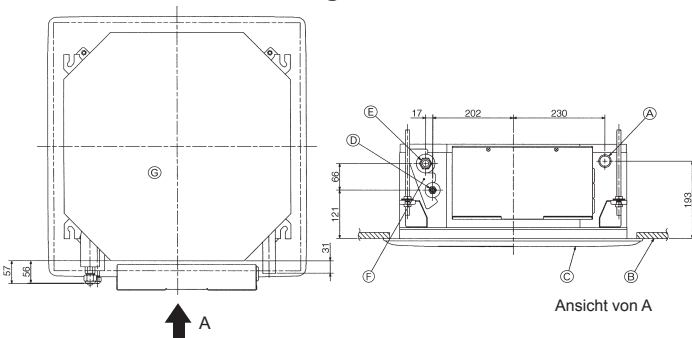

Fig. 5-7
5.3. Lage der Kältemittel- und Auslaufrohrleitung (Fig. 5-7)